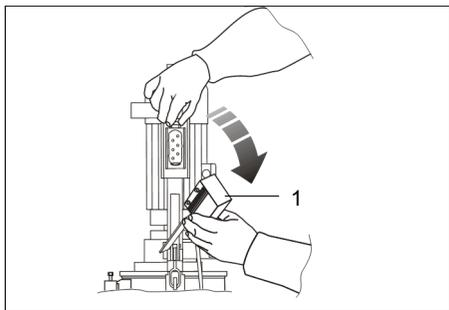

FIG.6 (Presa di alimentazione elettrica)
- 1) Togliere la presa di alimentazione elettrica del motoriduttore (**FIG.6-Rif.1**);